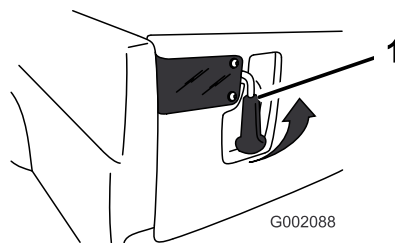

Figura 26
1. Per aprire i dispositivi di chiusura della sponda posteriore, sollevate le relative impugnature (Figura 26). I dispositivi di chiusura scatteranno verso il centro della sponda. Abbassate lentamente la sponda.